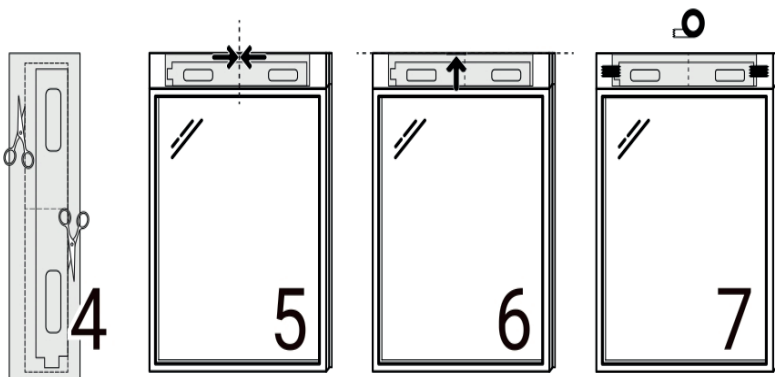

Рисунок 5 – Установка шаблона
- б) вырезать монтажный шаблон по пунктирной линии (рисунок 5. поз.4);
- в) совместить ось симметрии шаблона с осью симметрии на доборном профиле (рисунок 5, поз.5);
г) совместить шаблон с верхним краем доборного профиля (рисунок 5, поз.6) и закрепить его клейкой лентой (поз.7);